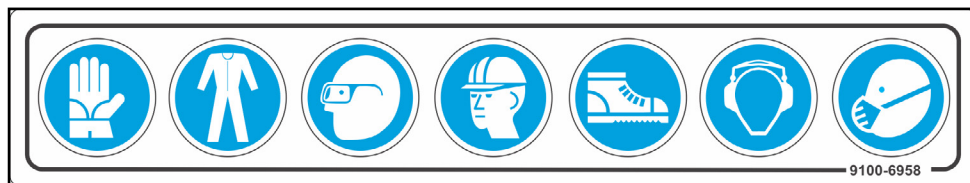

Figura 20
- Sempre que tiver que fazer manutenção, utilize os equipamentos de segurança indicados no manual (Figura 20).